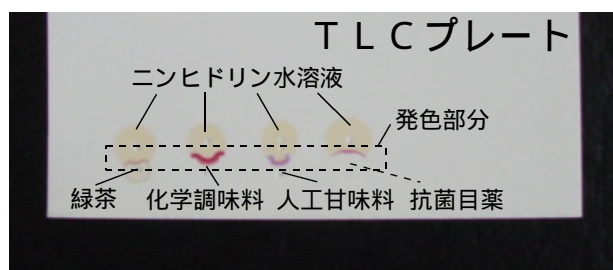

図3 身の回りの物質のニンヒドリン反応
- (3) 実験1は目薬だけではなく，アミノ酸を含む物質について調べるとよい。例えばお茶（テアニン，カテキンなど），化学調味料（味の素など：グルタミン酸），人工甘味料（アスパルテーム（L-アスパルチル-L-フェニルアラニンメチルエステルはL-アスパラギン酸とL-フェニルアラニンメチルエステルがペプチド結合したもの））などが挙げられる。これらは食品と衣料の化学・食品の単元での活用なども考えられ，日常生活の中の化学に興味をもち，アミノ酸が身の回りの様々な物質に含まれていることを確認し，濃度の大小を呈色反応で実感する実験などに用いることができる（図3）。